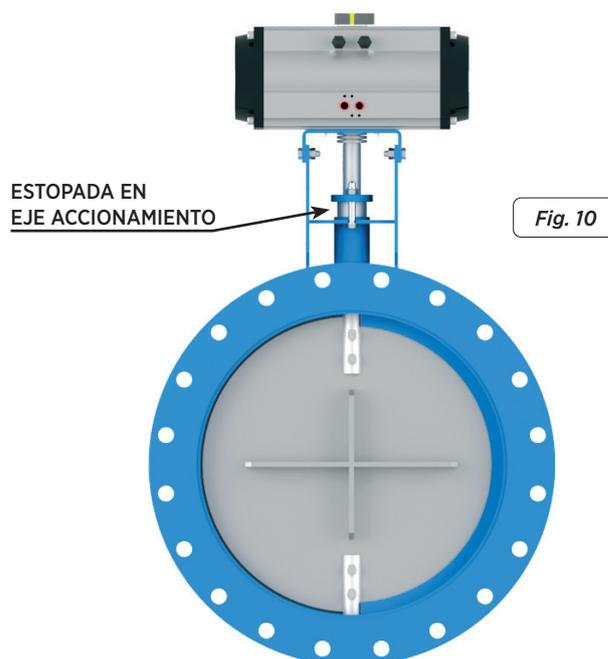

Fig. 10
- 2.- Habitualmente estas mariposas dâmper **ML** o **MF**-s suelen disponer de un sistema de estopada (fig. 10).